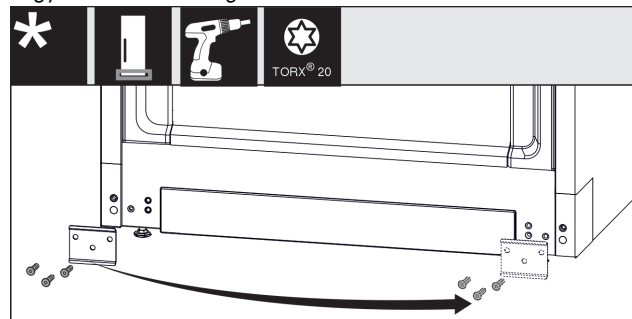

Fig. 21
- Csavarozza le a lemezt Fig. 21 (1), helyezze át a másik oldalra, és ismét csavarozza fel.